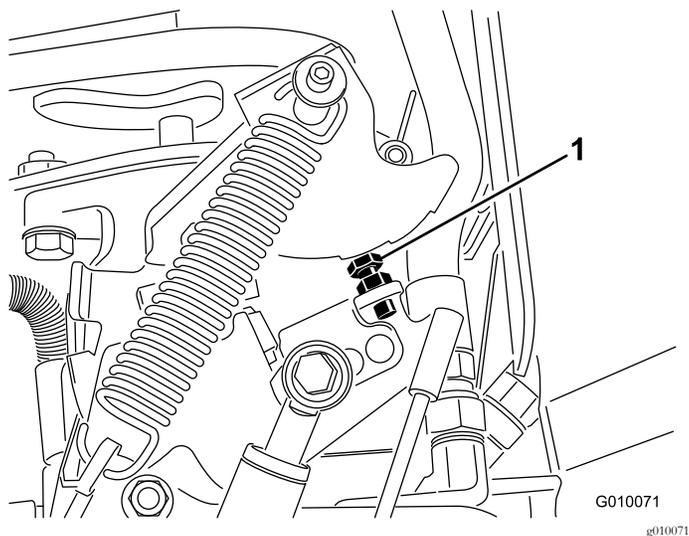

Рисунок 66
6. При необходимости регулировки подведите упорный болт (Рисунок 66) к упорной плите для уменьшения расстояния между проколами или отведите его от упорной плиты для увеличения расстояния между проколами.